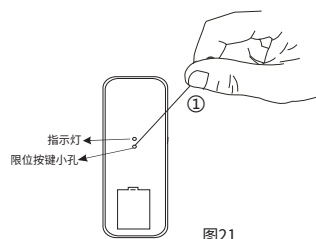

图21
- 用一根小回形针或小圆针，插入遥控器背面限位按键孔（如图21），按一下限位设置键后，红蓝色发光二极管点亮，再按吊架下行键，此时，待吊架下降到合适的位置后按下遥控器停止键（如图22），再按一下限位按键，红蓝发光二极管熄灭，此时吊架上下运动一下，吊架电子下限位设置完成。